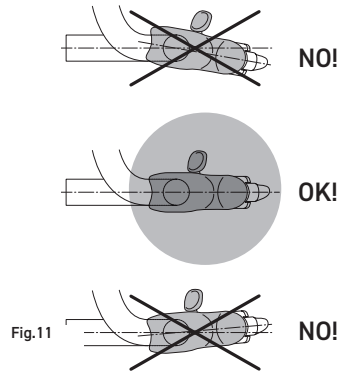

Fig. 11
- mandos Ergopower no posicionados correctamente o se mueven en el manillar (Fig. 11)